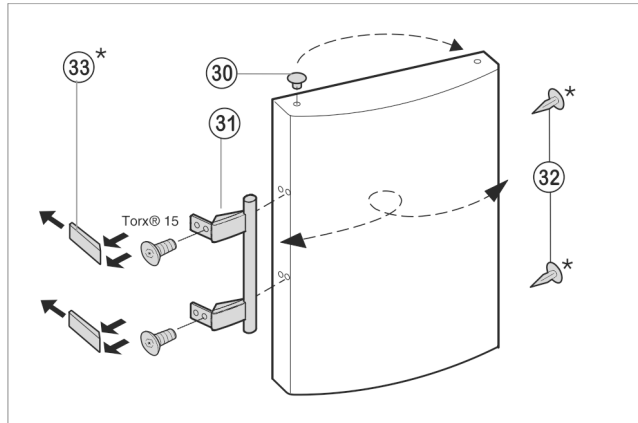

Fig. 8
- ▶ Enlever le bouchon Fig. 8 (30) du coussinet de la porte et le mettre de l'autre côté.
- ▶ Démontez la poignée de porte Fig. 8 (31), le bouchon Fig. 8 (32) et les plaques d'appui Fig. 8 (33) puis les repositionner sur le côté opposé